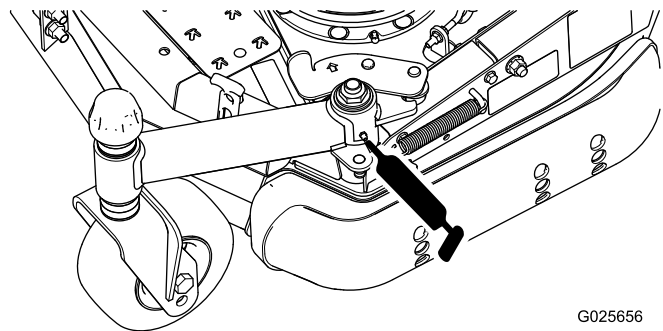

Рисунок 19
- Шарнир складывания рычага поворотного колеса (1 место) (Рисунок 19)